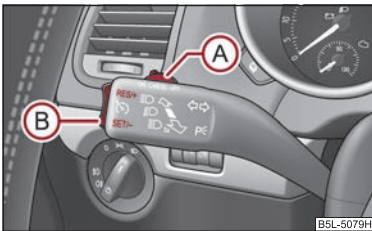

Fig. 114 Maneta: Tasta basculantă și comutatorul sistemului de control al vitezei de croazieră
Sistemul de control al vitezei de croazieră se acționează de la comutatorul (A) ⇒ fig. 114 și de la tasta basculantă (B) din maneta din stânga din comutatorul multifuncțional.
- Apăsați comutatorul (A) ⇒ fig. 114 în poziția **ON**.
- După atingerea vitezei dorite apăsați tasta (B) în poziția **SET**.
- Viteza memorată poate fi **mărită** fără acționarea pedalei de accelerație, prin apăsarea tastei (B) ⇒ fig. 114 în poziția **RES**.
Reluarea vitezei memorate are loc după eliberarea pedalei de frână sau de ambreiaj; la autovehiculele cu cutie de viteze automată numai după eliberarea pedalei de frână și după apăsarea scurtă a tastei (B) ⇒ pagina 117, fig. 114 în poziția **RES**.
- Apăsați comutatorul (A) ⇒ pagina 117, fig. 114 spre dreapta în poziția **OFF**. ■